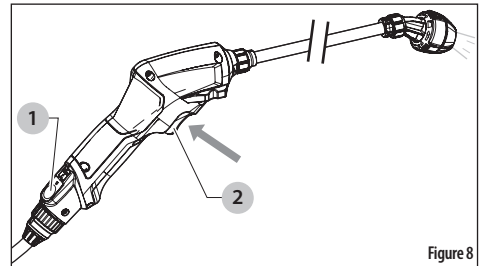

Figure 8
1. Appuyez sur le bouton d'alimentation (1) pour activer le pulvérisateur. Le témoin lumineux situé au-dessus du bouton d'alimentation s'allume. Voir *Figure 8*
2. Dirigez le pulvérisateur électrique avec lance dans la direction souhaitée et appuyez sur la gâchette (2).
3. Pour désactiver le pulvérisateur électrique avec lance, appuyez sur le bouton d'alimentation (1). Le témoin lumineux situé au-dessus du bouton d'alimentation s'éteint.